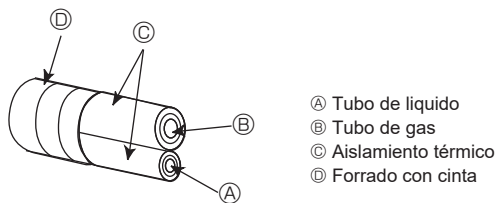
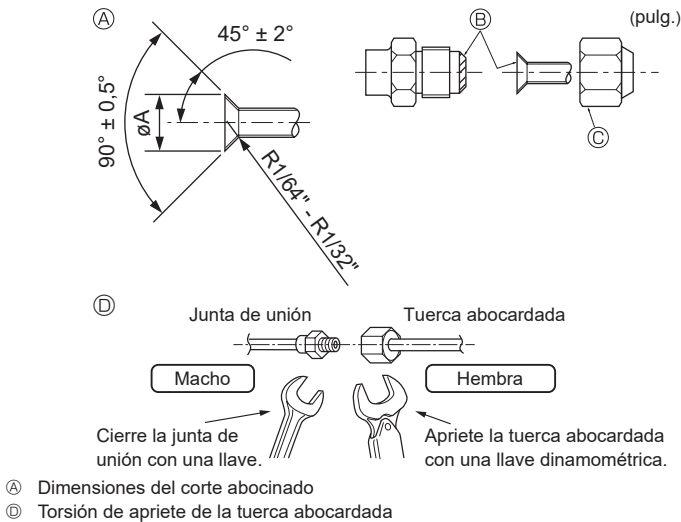

Fig. 4-6
Fig. 4-7
Ⓐ (Fig. 4-7)
4.3. Tubos de conexión (Fig. 4-6) (Fig. 4-7)
[Fig. 4-7]